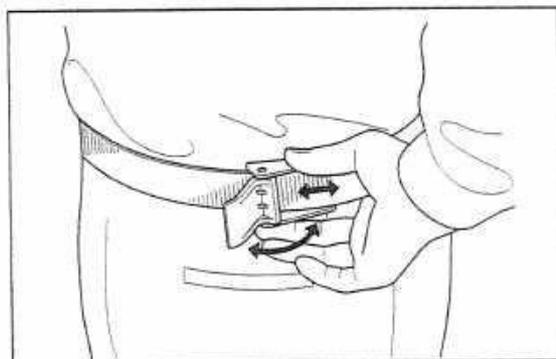

図 3.23
4. 腰ベルトを装着し、長さ調整を行います。(図 3.23 参照)